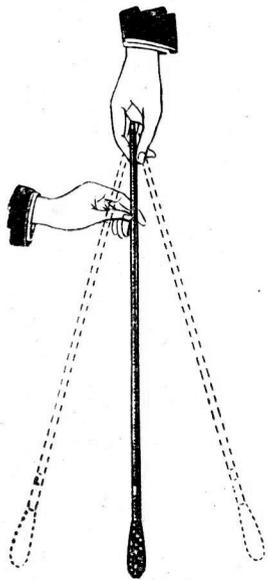
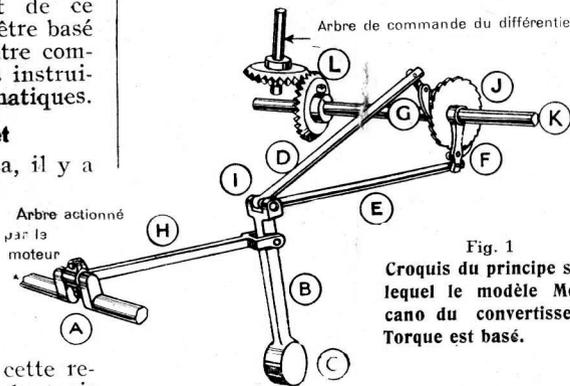

Fig. 2
Fig. 1
nescio nous a informés qu'il lui était impossible d'expliquer d'une manière précise comment il obtient ses résultats, sans se lancer dans les mathématiques supérieures ou dans des explications techniques très spéciales. Puisque l'inventeur lui-même jugea impossible de fournir ces renseignements, nos lecteurs comprendront les difficultés que nous rencontrons en essayant d'expliquer le principe du convertisseur Torque! Nous nous proposons donc de simplifier les choses en bornant nos explications au fonctionnement du modèle de convertisseur fait avec Meccano. Toutefois, nous insistons de nouveau sur le fait que ce modèle n'est pas la reproduction exacte du dispositif réel, c'est un modèle qui démontre le principe du fonctionnement du convertisseur. La figure 1 montre le fonctionnement du modèle. La manivelle (A) actionnée par le moteur, est reliée à un levier (B) à l'extrémité inférieure duquel est fixé un poids lourd (C) qui forme un balancier. L'autre extrémité du levier (B) est reliée à deux tringles (D et E) qui portent les cliquets (F et G), lesquels entraînent une roue à rochet (7). De cette manière, le mouvement est communiqué à la tringle (K) et au différentiel de l'essieu-arrière (il n'est pas montré sur la figure) à l'aide d'engrenages coniques et de l'arbre (L). Peu importe si les tringles (D et E) sont poussées du côté de la roue à rochet ou en sont éloignées, le
Nos lecteurs se feront une idée plus précise du principe du fonctionnement du convertisseur en prenant une canne avec une lourde pomme et en la suspendant, la pomme en bas, comme le montre la figure 2. Avec votre main gauche, saisissez la canne à quelques centimètres de distance de l'extrémité et balancez-la doucement. Remarquez qu'elle se balance régulièrement et pivote entre le pouce et un autre doigt de la main droite.
convertisseur Torque de Contantinesco et le modèle Meccano fonctionne en s'appuyant sur ce même principe. Dans ce dernier, la main qui remue la canne est remplacée par la bielle (H) (fig. 1) accouplée à une manivelle (A). La main qui jouait le rôle de pivot est remplacée par le boulon (I) qui porte
Les conditions de notre analogie de la figure 2 se trouvent rétablies lorsque le poids (C) (fig. 1) se balance sans communiquer aucun mouvement à l'arbre par l'intermédiaire des cliquets. D'autre part, lorsque la voiture se déplace rapidement, le point d'appui s'éloigne et le poids (C) devient le pivot, car il lui est impossible de répondre avec assez de rapidité aux mouvements répétés de la tringle (H).
Dans la figure 1 et dans notre modèle, nous avons utilisé un mécanisme d'encliquetage composé de cliquets et d'une roue dentée. Toutefois, il est à noter que dans le véritable convertisseur Torque, les roues à rochet et les roues dentées ne sont pas employées pour la commande. Celles-ci sont remplacées par un dispositif particulier qui fait l'objet d'un brevet spécial.